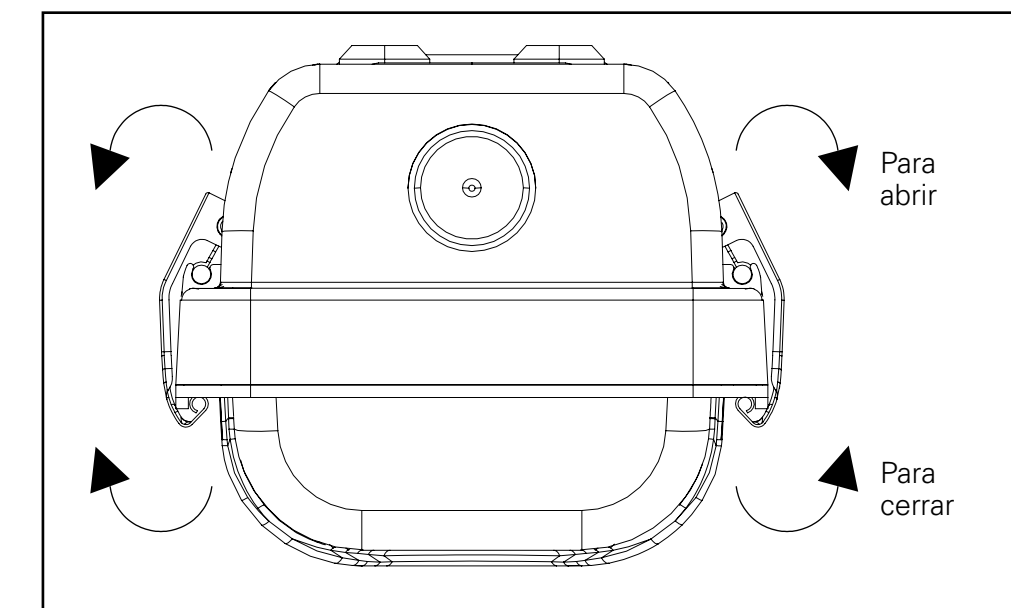

Figura 6.
6. Tire de la parte superior de los pestillos, alejándolos de la carcasa, para abrir el luminario. Empuje el pestillo hacia la carcasa para cerrar el luminario (Figura 6).